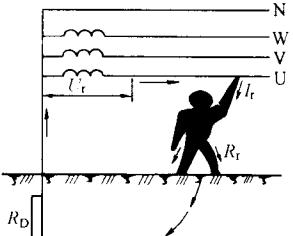

图 1-1 单相触电
(1) 单相触电。单相触电是指人体站在地面或其他接地体上，人体的某一部位触及一相带电体，电流从带电体经人体到大地（或零线）形成回路。这种触电叫单相触电，如图 1-1 所示。